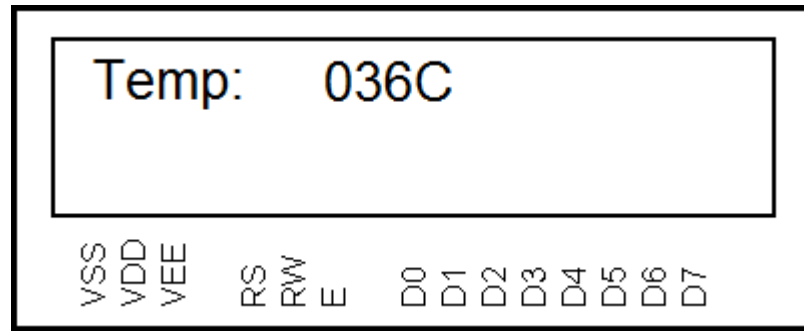

Figura 3. Vista de actualización de temperatura cada 0.5 segundos
2. Posteriormente, una vez ingresada la cifra de temperatura se deberá pasar a la ventana de muestreo. Si pulsa la tecla 'D' observará la ventana de la figura 3, en donde el valor de temperatura del sensor se refrescará en la pantalla cada 0.5 segundos (para esto deberá utilizar la interrupción del Timer 1 con cristal externo de 32768Hz). En caso se equivoque al digitar un valor por teclado podrá utilizar la tecla 'A' como Backspace (retrocede y borra un carácter).